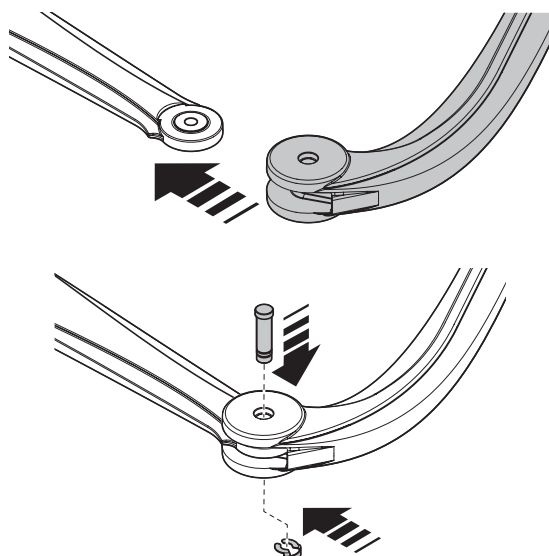

Fig. 9
02. Fissare i due bracci tra di loro mediante il perno ed il seger **fig. 9**;